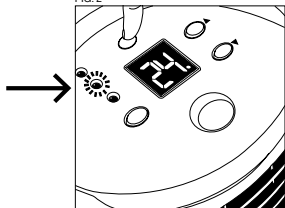

FIG. 3
- Potencia baja: Presione el botón (5) hasta que el piloto luminoso de potencia media (3) se encienda (Fig.3).